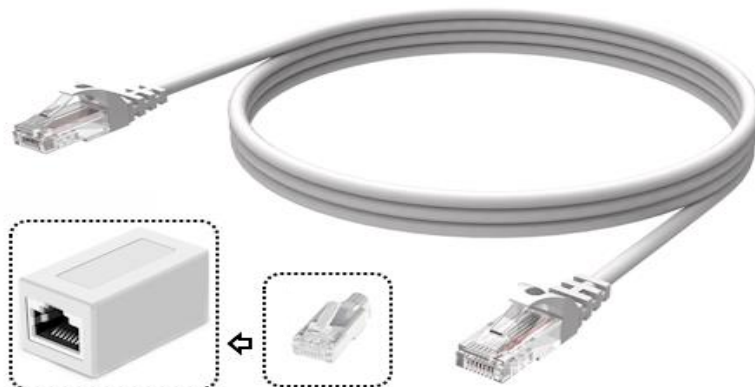

Рисунок 4 – Подключение к ПАК ICVision к ЛВС
2.2.4.1 Подключить микроскоп ICVision в ЛВС посредством подключения к гнезду RJ 45 (см. Рисунок 4).